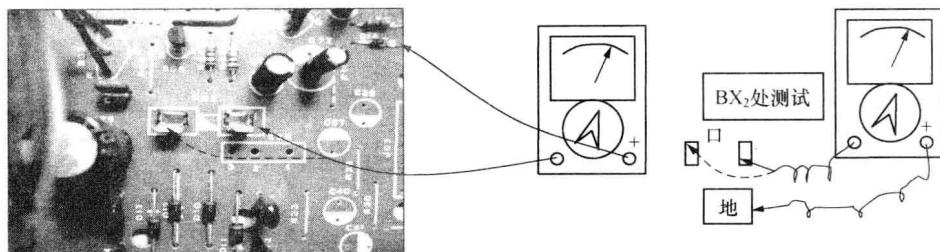

图 1-8 直流电阻检测
- 3) 有无短路检测：用万用表检测 BX2 两端、C80 正极对地电阻，如图 1-8 所示。BX2 两端  $R_{左} > 15k\Omega$ ,  $R_{右} = \infty$ ; C80 正极对地电阻  $R > 1.5k\Omega$ 。